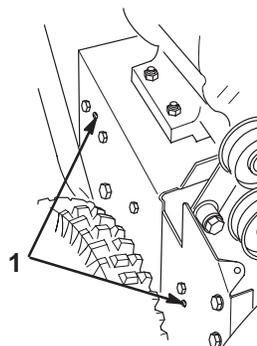

Bild 35
18. Bringen Sie die beiden Schrauben an, mit denen das Schneckenbremsarmelement befestigt wird. Achten Sie darauf, dass die Ansätze in die Löcher auf der linken Seite der Schneefräse kommen (Bild 35).
14. Bringen Sie die beiden Schrauben an, mit denen das Schneckenbremsarmelement befestigt wird. Achten Sie darauf, dass die Ansätze in die Löcher auf der rechten Seite der Schneefräse kommen (Bild 35).